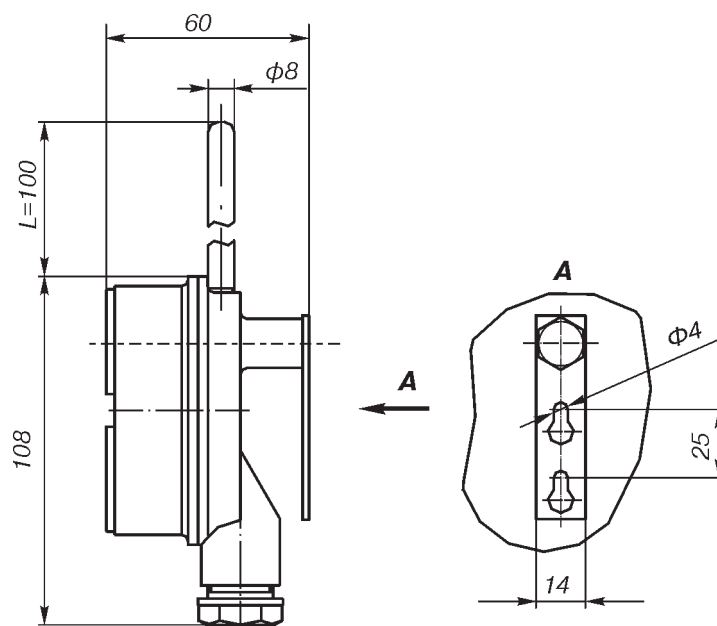

Рис.4.
**Назначение:** термопреобразователи сопротивления платиновые **ТСП Метран-205, ТСП Метран-206** по рис.4 предназначены для измерения температуры воздуха в помещениях различного назначения.